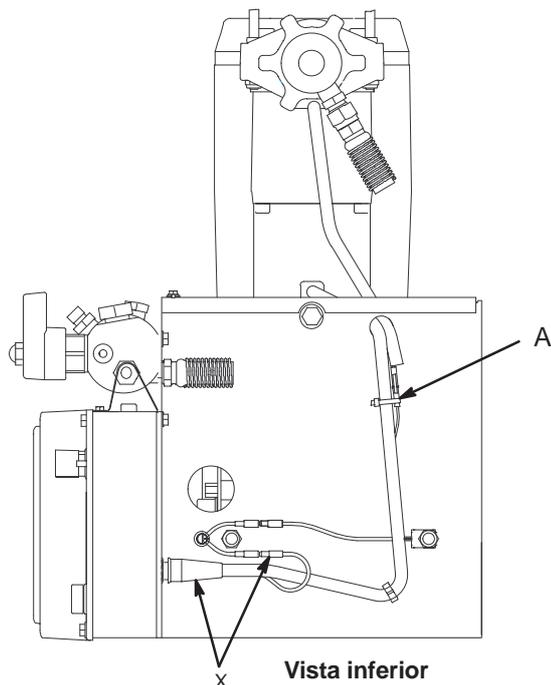

Fig. 4 8699A
- Fig. 4. Desconecte el sensor del contador de galones en (A). **Corte la cinta que sujeta el cable del sensor del contador de galones al cable del embrague.**
- Aplique abundante grasa para cojinetes (suministrada con el grupo de cojinetes de repuesto) al grupo de cojinetes (18) y a las zonas especificadas en la nota 3. Utilice 0,29 litros de grasa para el modelo GMax 3900 y 0,32 litros de grasa para el modelo GMax 5900.
- Coloque la arandela de color bronce (20g) en el eje que sobresale por el eje grande del alojamiento de impulsión (20). Coloque la arandela plateada (20h) en el alojamiento del piñón. Alinee los engranajes y empuje el nuevo alojamiento de impulsión hacia el alojamiento del piñón y los pasadores de colocación (B).
- Instale los cuatro tornillos (10) y las arandelas de seguridad (17) en el alojamiento del piñón (19).
- Instale los dos tornillos (81) y las arandelas de seguridad (17).
- Fig. 4. Conecte el sensor del contador de galones en (A). **Sujete el cable del sensor del contador de galones con una cinta.**